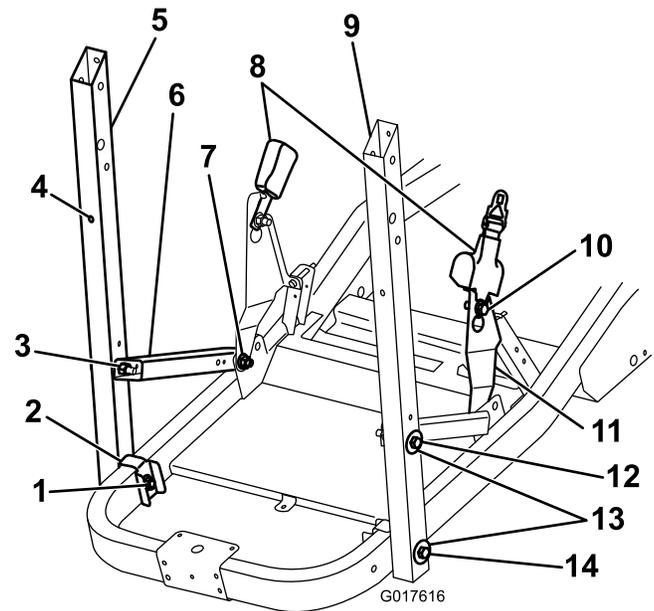
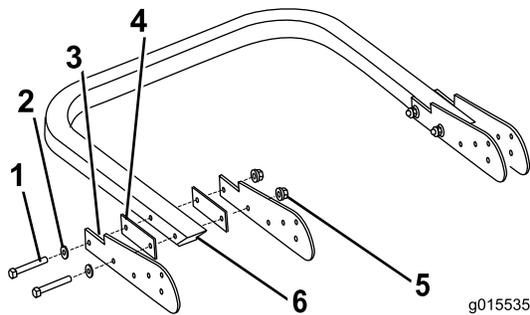

Figure 1
Figure 2
1. Fixez le support de raidisseur et de ceinture de sécurité avec un boulon (1/2 x 1-1/4 po) et un contre-écrou (Figure 1) légèrement serrés pour lui permettre d'osciller librement.
2. Fixez légèrement le support d'arceau de sécurité et le support de renfort au cadre avec un boulon (1/2 x 4-1/2 po), une rondelle et un contre-écrou, comme illustré à la Figure 1.
3. Fixez le raidisseur au support d'arceau de sécurité avec un boulon (1/2 x 3-1/2 po), une rondelle et un écrou hexagonal (Figure 1).
- Fixez la ceinture de sécurité à son support avec un boulon à tête-embase et un contre-écrou (Figure 1).
Assemblez les supports de pivot sur l'arceau de sécurité comme illustré à la Figure 2. Ne serrez pas complètement les boulons pour que les pièces puissent se déplacer.
1. Serrez les fixations dans l'ordre indiqué dans le tableau suivant. La Figure 1 et la Figure 2 aident à l'identification des pièces.
elles dans les trous au dos des supports de l'arceau de sécurité (Figure 1).